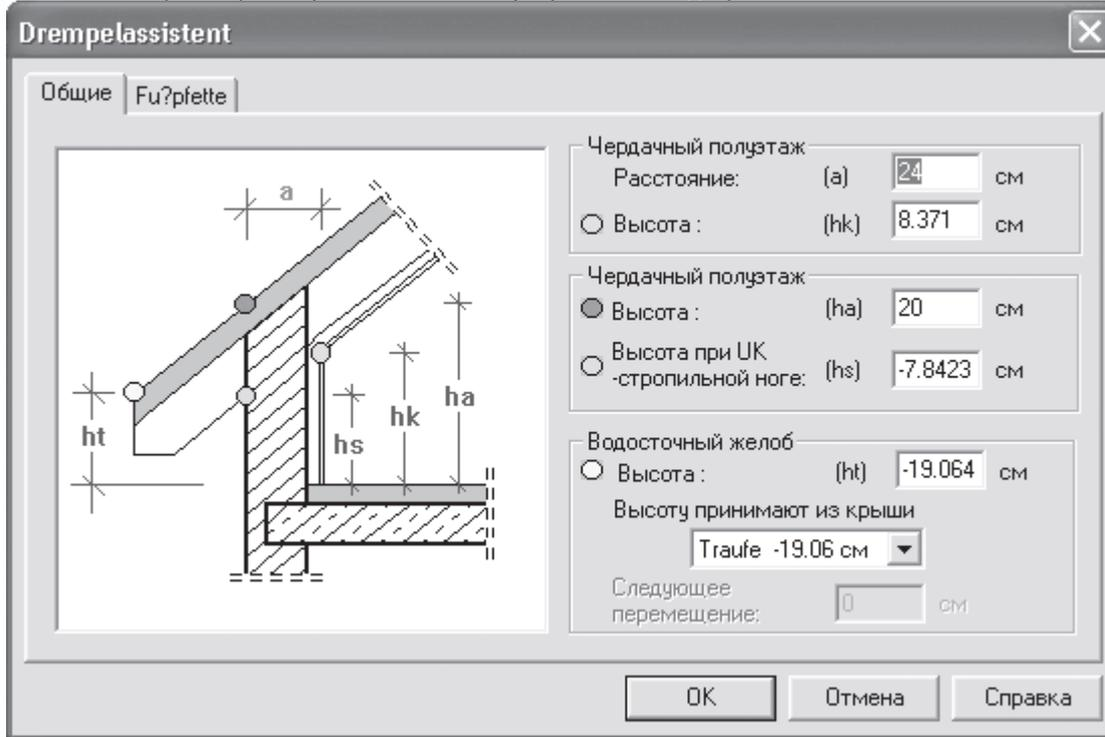

Рис. 4.34. Окно настроек чердачного полуэтажа
Кнопка Ассистент вызывает окно Drempeassistant (Мастер чердачного полуэтажа) (рис. 4.34). Оно содержит очень важные настройки, которые позволяют устраивать под крышей небольшие комнаты со скошенным потолком.
1. На вкладке Сторона крыши все настройки оставьте без изменений. Нажмите кнопку Ассистент. В появившемся окне (см. рис. 4.34) в поле Высота (hk) в области Чердачный полуэтаж введите значение 60 (в противном случае создаваемая крыша «ляжет» слишком низко, почти вровень с полом чердачного полуэтажа, в результате чего окна верхнего жилого этажа будут закрыты нижней кромкой скатов крыши). После этого просто щелкните кнопкой мыши в поле Высота (ha). В результате значения всех связанных с высотой размеров будут автоматически пересчитаны программой. Нажмите кнопку ОК, чтобы подтвердить изменения, внесенные в данном окне.